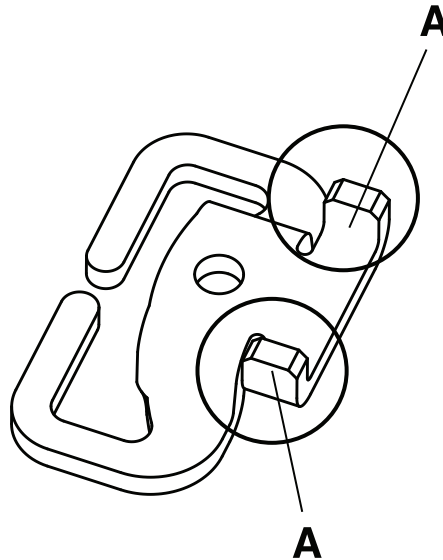
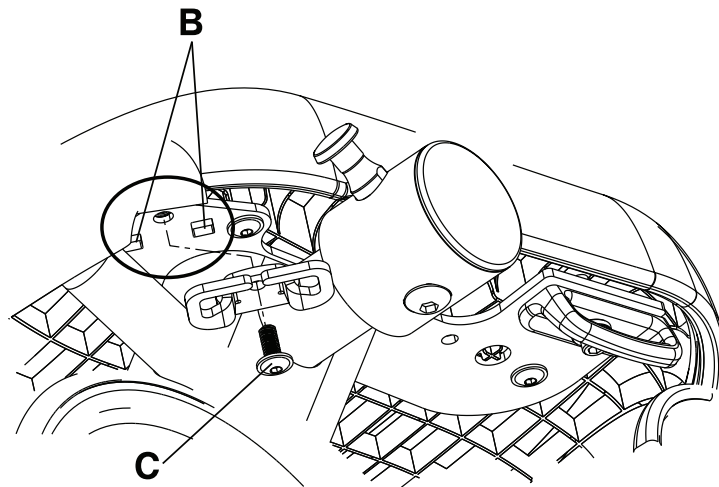

図15-33: ラップベルトブラケットのタブ
図15-34: ラップベルトブラケットを取り付ける
- a. ブラケットの2つのタブ (A) (15-54ページの図15-33) とメインフレームの溶接部にある四角い穴 (B) を挿入します (15-55ページの図15-34)。
- b. 付属のフランジボルト (0004-671-000) (C) をブラケットの丸穴に取り付け、メインフレームの溶接部 (B) にラップベルトのブラケットを固定します (15-55ページの図15-34)。3/8" 駆動トルクレンチと3/16" 六角ビットでねじを  $70 \pm 10$  in-lb (  $8 \pm 1.1$  Nm ) のトルクで締め付けます。